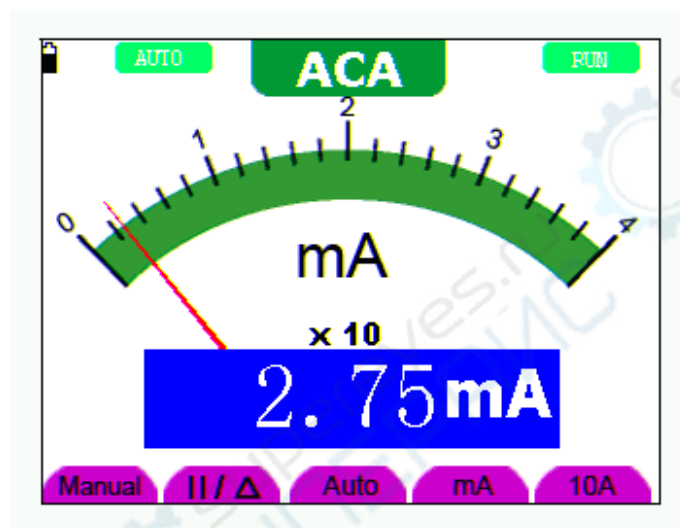

图 27：交流电流测量界面
4. 将红色和黑色表笔连接到被测点。屏幕将显示被测点的交流电流值。见图 27: